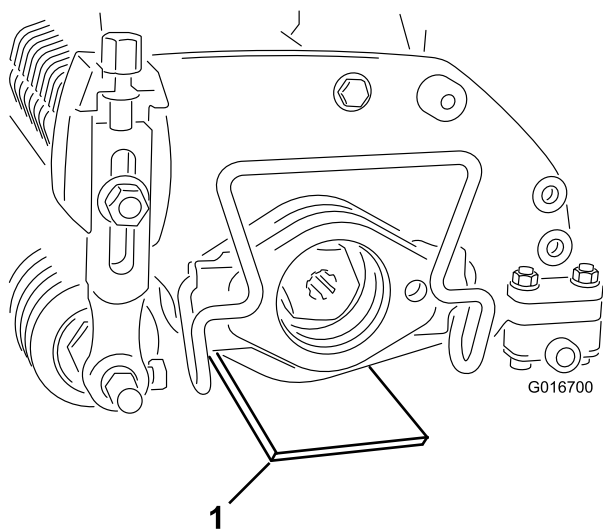

Figure 3
2. Placez un gabarit, qui a la hauteur de lame voulue au-dessus du sol, sous chaque extrémité du défendeur (Figure 3).